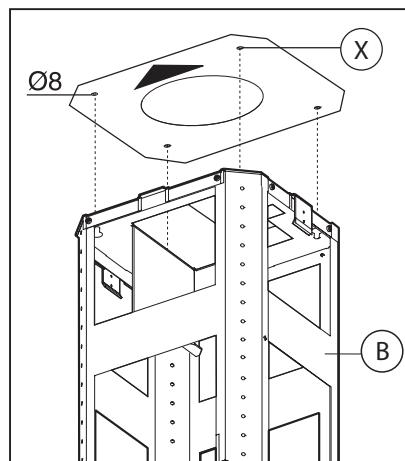

Fig.3
-Posizionare la dima di foratura sul soffitto facendo attenzione che la freccia sia posizionata nello stesso lato del comando dell'apparecchio (Fig.3). Effettuare i 4 fori Ø8 al soffitto ed avvitare 3 viti senza tirarle completamente facendo attenzione di non inserire la vite nel foro contrassegnato con una **X** sulla dima di foratura (le viti e tasselli ad espansione devono essere idonei al tipo di muro).